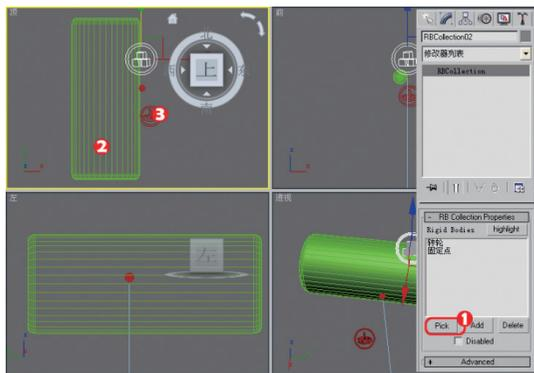

图9-98 设置刚体
**02** 在视图中选择刚体收集器，单击修改面板中的Pick按钮，在视图中拾取“转轮”和“固定点”物体，从而将它们设置为刚体，如图9-98所示。